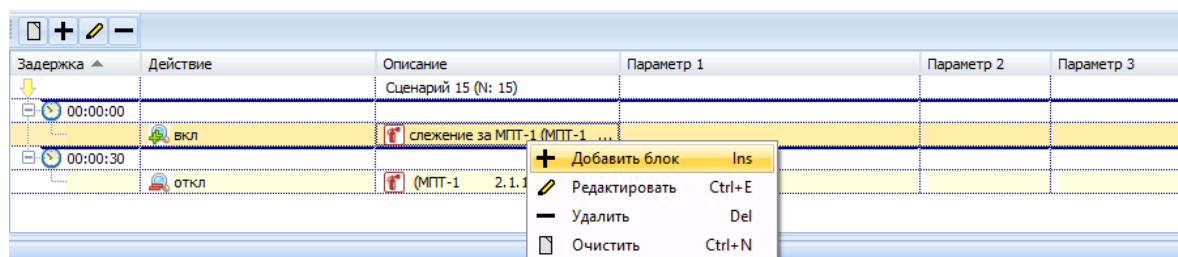

Рисунок 9.44 – Добавляем блок внутрь блока слежения
4) затем добавить внутрь блока слежения исполнительный блок с условием, для этого необходимо выделить строку «вкл. Слежение за МПТ-1», открыть контекстное меню и выбрать команду «Добавить блок» (рисунок 9.44),